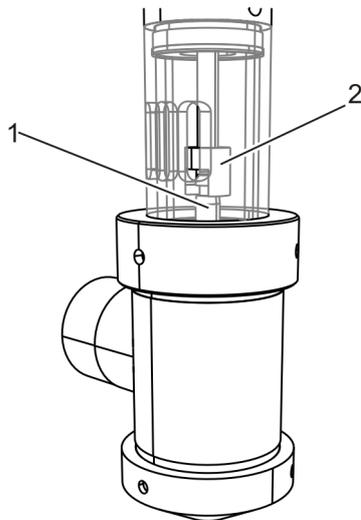

Abb. 59: Kolbenstange
12. ▶ Kolbenstange (Abb. 59/1) aus der Klauenkupplung (Abb. 59/2) nehmen und gleichzeitig das Abfüllventil nach unten entnehmen.
13. ▶ Kolbenstange (Abb. 59/1) des neuen bzw. gereinigten Abfüllventils nach oben ziehen und anschließend in die Klauenkupplung (Abb. 59/2) einsetzen.